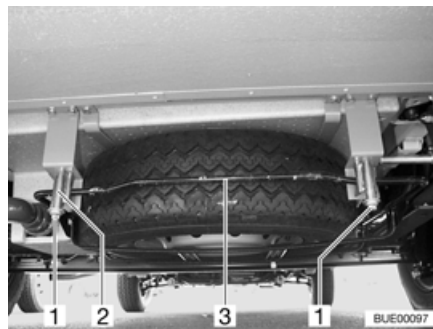

Bild 200 Ersatzrad-Halterung (Aufnahmekorb)
- Muttern (Bild 200,1) am rechten und linken hinteren Haken (Bild 200,2) der Ersatzrad-Halterung lösen.
- Bügel (Bild 200,3) leicht nach oben drücken. Gleichzeitig Haken nach unten ziehen und Bügel aushängen.